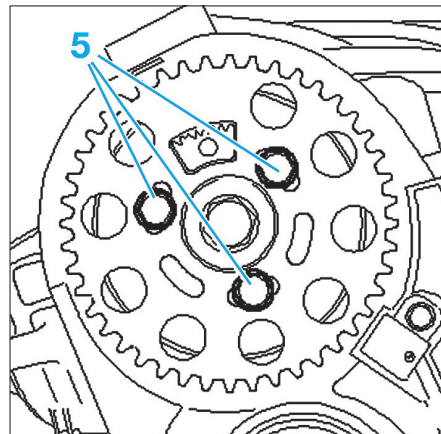

Fig. 7
- Desserrer les vis de fixation (5) du pignon d'arbre à cames (Fig.7).